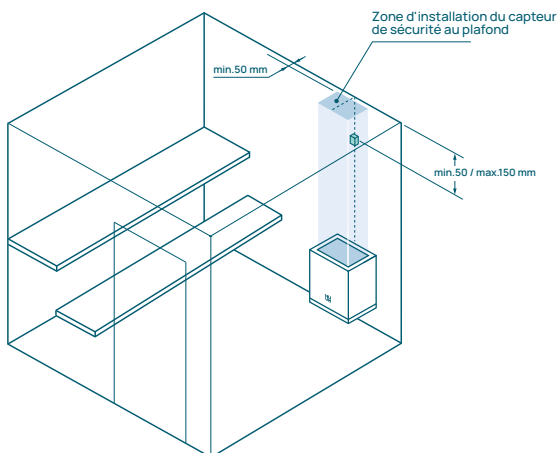

Figure 1. Mise en place du capteur de température/sécurité.
* - Les distances minimales de sécurité au plafond ne sont valables que si le capteur de température/sécurité est placé dans la zone désignée sur le mur ou le plafond comme indiqué dans la Figure 1.
* - Les distances de sécurité minimales par rapport au plafond ne sont valables que si le capteur de température/sécurité est placé dans la zone désignée sur le mur ou le plafond comme indiqué dans la Figure 1.